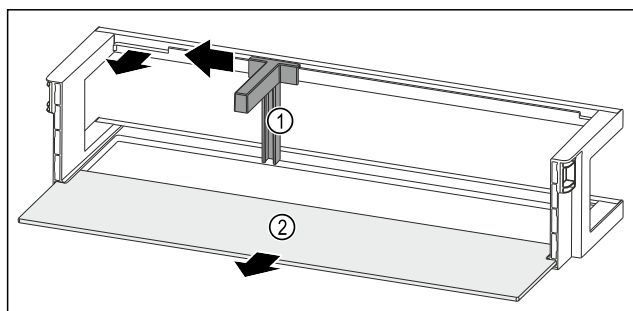

Fig. 166 Дверная полка с держателем для бутылок и съемной полкой
- ▶ Сместите держатель для бутылок Fig. 166 (1) до выемки в сторону.
- ▶ Извлеките держатель для бутылок Fig. 166 (1).
- ▶ Извлеките съемную полку Fig. 166 (2).